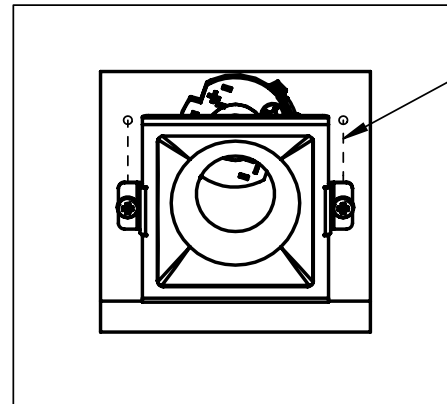

FIGURE 4
For screw optics - Locate the (2) #4-40 holes in housing. Align holes in housing to holes in optic and secure with provided #4-40 screws (figure 4). Optic should be concentric with LED.
Pour les systèmes optiques à vis, repérer les (2) trous no 4-40 dans le boîtier. Aligner les trous du boîtier avec les trous du système optique et visser à l'aide des vis no 4-40 fournies (figure 4). Le système optique doit avoir le même centre que la DEL.